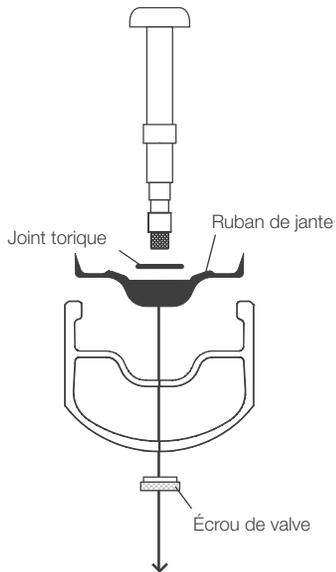

Figure 10. La forme en U de la jante doit être orientée vers le centre de la jante.
2. Alignez le trou de valve de la jante et le trou de valve du ruban de jante. La forme en U du ruban de jante doit être orientée vers le centre de la jante et les fonds de jante décalés doivent correspondre au décalage dans la jante (Figure 10).